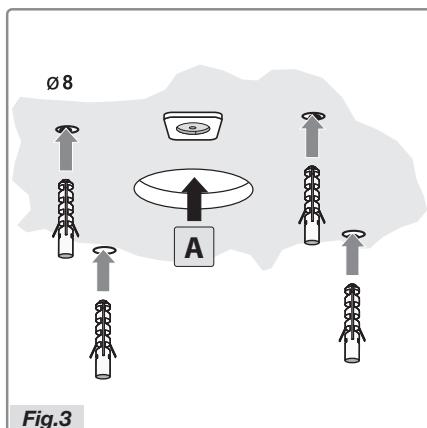

Fig.3
- Realiseer de luchtafvoeroepening A (Fig.3).